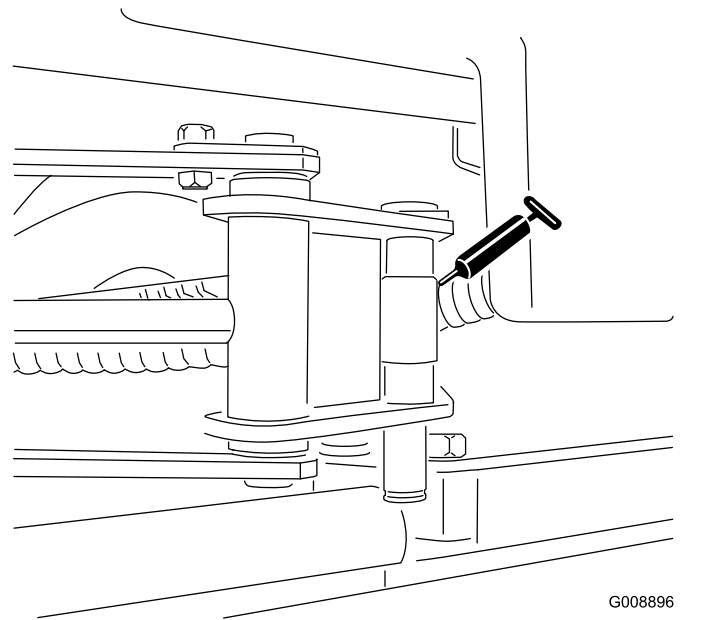

Figura 51
- Extremos de los cilindros del SideWinder (2; modelo 03171 solamente) (Figura 51)